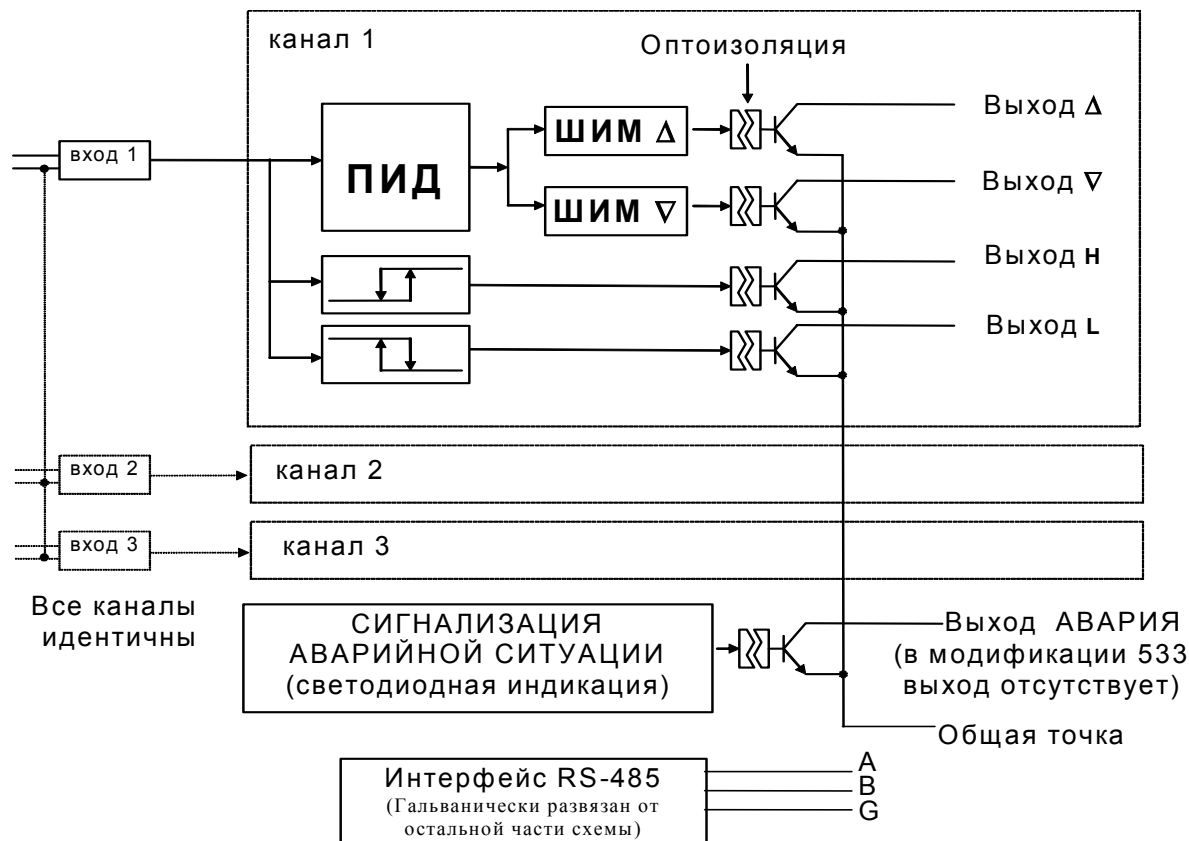

рис.3.1.
3.1.1 Функциональная схема прибора приведена на рис.3.1.
3.4.1. Функциональная схема прибора, представленная на рис. 3.1, реализована программно. Настройка работы функциональных блоков прибора выполняется путем задания параметров. Пользователь управляет работой прибора, изменяя значения параметров.